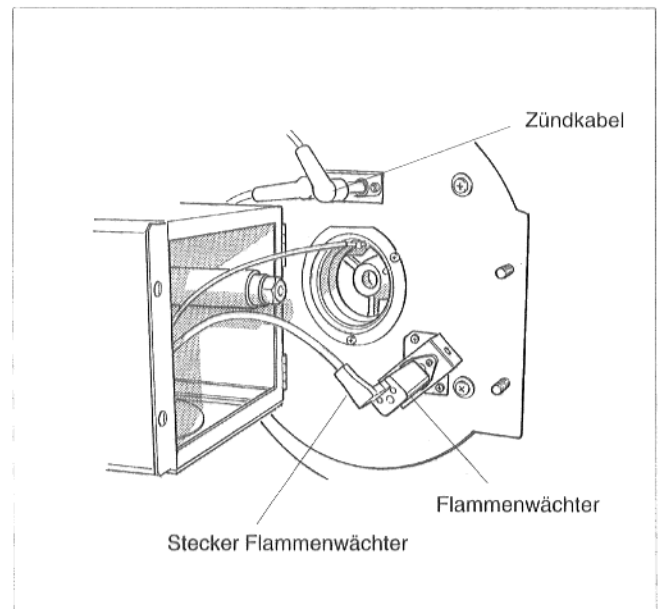

Abb.12
- Zündkabel vom Zündelektrode abziehen (Abb.12).
- Zündkabel wieder an der Zündelektrode anschließen und Gasfeuerungsautomat durch Druck auf den Entstörknopf entriegeln (Abb. 12 bzw. 13).
- Stecker Flammenwächter lösen, Flammenwächter herausnehmen (Abb.12).